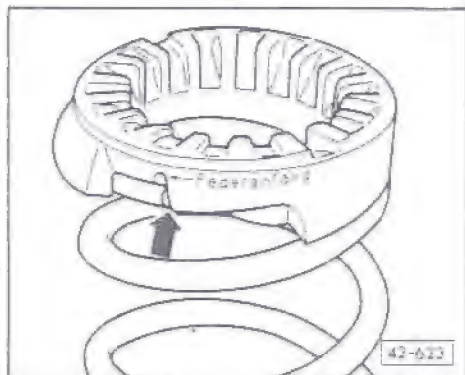

Fig. 1 Plaque-tendeur de ressort : position de montage
- ◆ Extraire => fig. 1
◀ Fig. 1 Patin métal-caoutchouc : extraction du corps d'essieu
- ♦ Position de montage => fig.1
♦ Extraire => fig. 1 et 2
◀ Fig. 1 Graisseur : extraction